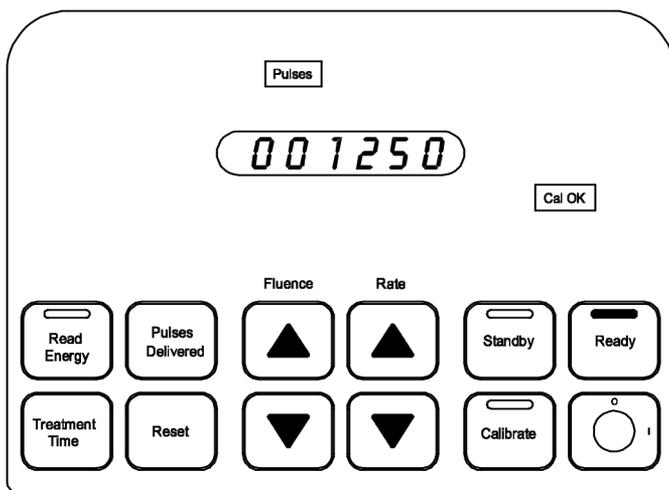

Figure 12
9. Lorsque le système de laser excimère émet le faisceau laser, le nombre total d'impulsions délivrées au cours d'une intervention est enregistré. Pour afficher le nombre total d'impulsions, arrêter l'effet laser et appuyer sur le bouton **Pulses Delivered** (Impulsions délivrées). Le nombre d'impulsions est indiqué dans la fenêtre d'affichage. (Figure 12)